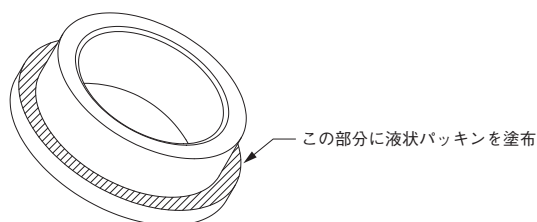

図 3-7 シートリング
- (5) バルブプラグをあけた状態でシートリングを組み付け、シートリテーナをねじ込み手でしまるまで締めます。
- 注. シートリングに液状パッキンを塗布してください。(図3-7)